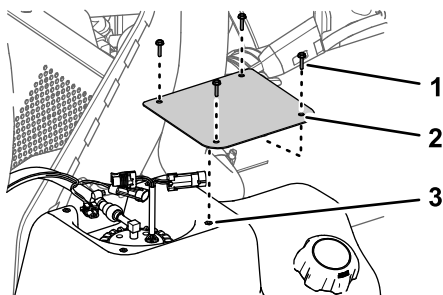

図 82
2. 燃料タンク部分で、カバーを燃料タンクに固定しているねじ#10 x ¾"4本を外して、カバーを取り外す 図 82。